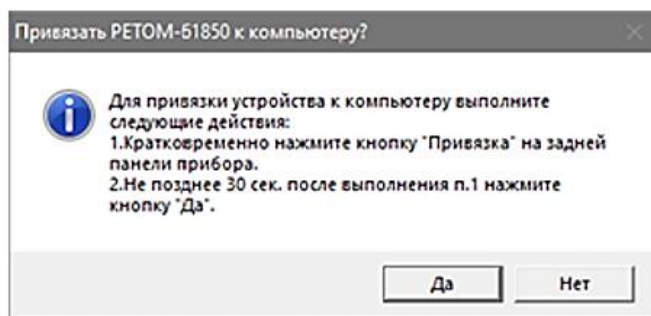

Рис. 58. Запрос на привязку РЕТОМ-61850 к компьютеру
3. Нажать кнопку «Привязка», появится окно запроса (рис. 58).
5. Нажать кнопку «Да» в окне запроса (рисунок 58), при этом начнется повторный поиск устройств. В случае успешной привязки в столбце «Привязка» состояние привязки изменится на «да».